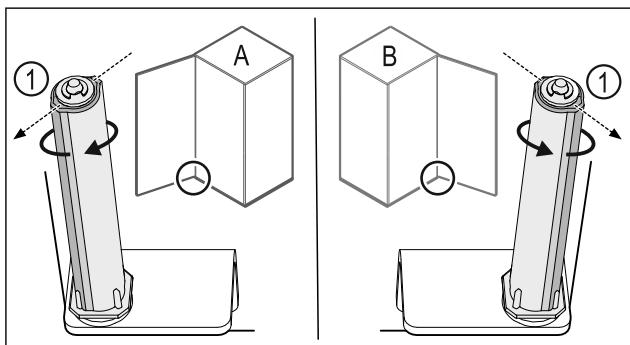

Fig. 23 Hapja majtas (A) / Hapja djathtas (B)
- Rotulloni sistemin e mbylljes kundër rezistencës, derisa shufra e sistemit të mbylljes Fig. 23 (1) të jetë drejtuar nga jashtë.